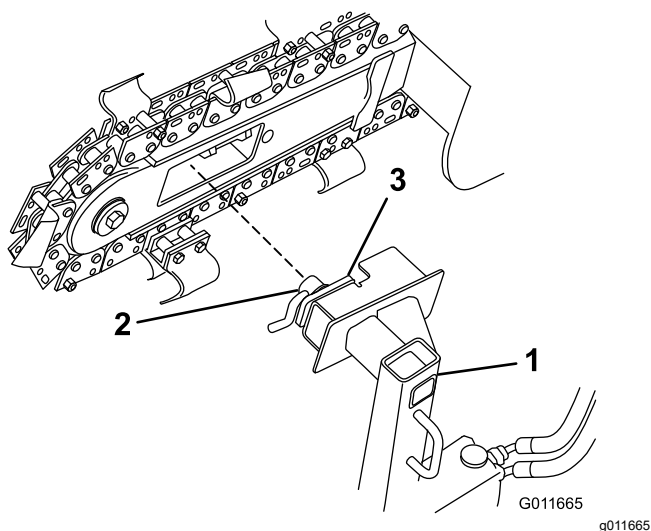

Figura 22
3. Allentate il bullone del dispositivo di bloccaggio della leva sulla testa motrice e ruotate la piastra di chiusura in modo tale che risulti parallela alla testa motrice (Figura 22).
4. Fate scorrere la testa di perforazione nell'apertura presente sulla barra della catenaria, come illustrato nella Figura 22.